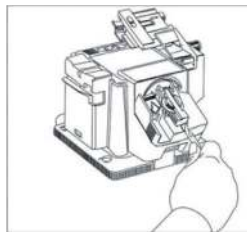

Рис. 3
1. Установите блок заточки свёрл (4) на силовой блок (8).
3. Установите зажимное устройство со сверлом в V-образную направляющую (13), совмещая пазы сбоку.
7. Перемещайте V-образную направляющую в направлении шлифовального диска (3), затем снимите зажимное устройство со сверлом.
8. Поместите зажимное устройство со сверлом в направляющее отверстие в центре шлифовального диска (Рис. 3).
9. Включите силовой блок (8) (выключатель в положение «ВКЛ.»).